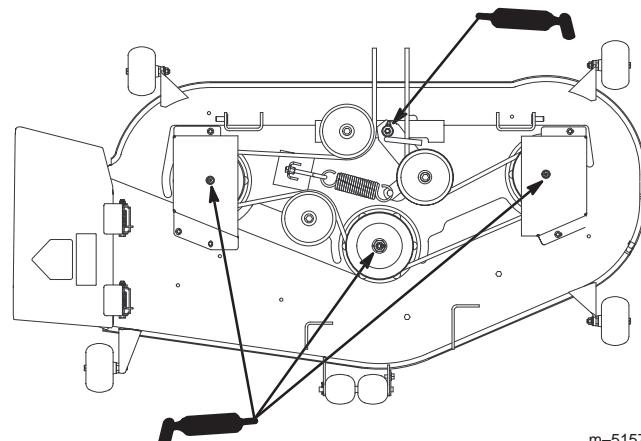

Figure 31
- Lubrifiez les graisseurs des roulements des trois axes (Fig. 31).
- Graissez le pivot de la poulie de tension (Fig. 31).